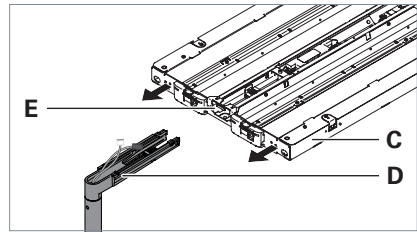

Fig. 2: Leuchtenkopf auf Tragarm montieren.
- Schieben Sie das Leuchtenchassis **C** auf den Tragarm **D** und führen Sie dabei die Leitungen durch den Durchbruch **E** an der Seite des Leuchtenchassis, siehe Fig. 2.